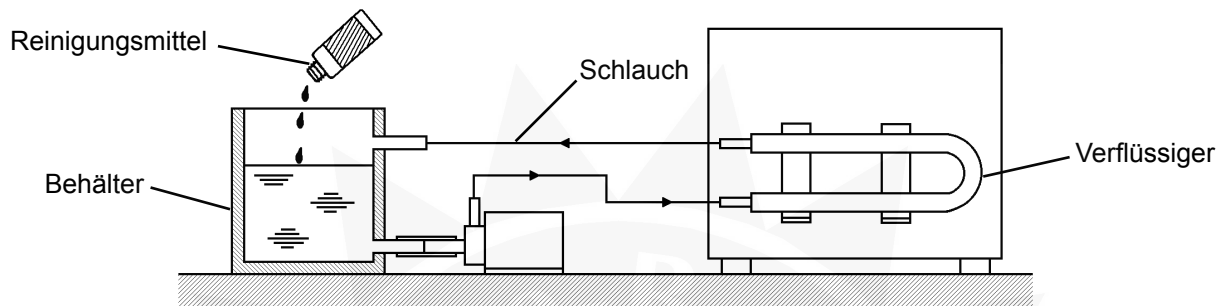

Abb. 8
- 6) Die Schläuche gemäß Abb. 8 anschließen und mit den Schlauchklemmen sichern.